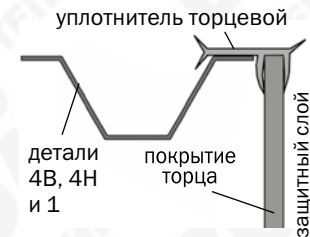

Рис.17
4. Подровняйте ножом покрытие по дугам **4н и **4в**, а затем установите уплотнительный профиль в соответствии с **рис.17**.**